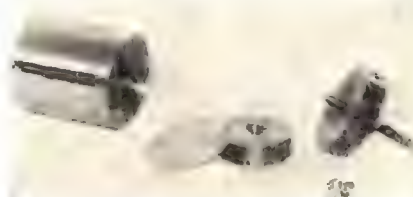

Рис. 3
2) Излучатель, или «передающий кварц», который изображен схематически на рис. 2. Это круглая кварцевая пластина толщиной 0,9 мм и диаметром 10 мм с электродами, вставленная в особый держатель с наконечником, посредством которого генерируемые ультразвуковые колебания передаются металлу. Один из электродов изолирован, поджимается к дну винтом, который входит в гнездо, смонтированное на эбонитовом кольце. Сюда подключается питающий провод, ведущий к колебательному контуру генератора. Вторым электродом служит корпус оправки (земля). При соответствующей настройке в кварце возбуждаются механические колебания, о чем можно легко судить, смочив наконечник маслом. Масло тогда собирается в виде бугра и фонтанирует. Фото излучателя в разобранном виде дано на рис. 3.